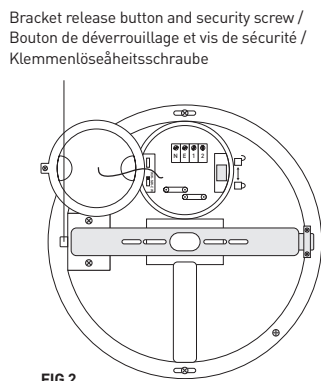

FIG 2
9. Loosen the security screw and press the button to release the mounting bracket. (see Fig. 2)
9. Desserrez la vis de sécurité et appuyez sur le bouton pour déverrouiller le support de montage. (voir Fig.2)
9. Lösen Sie die Sicherheitsschraube und drücken Sie den Knopf, um die Halterung zu lösen (siehe Abb. 2).